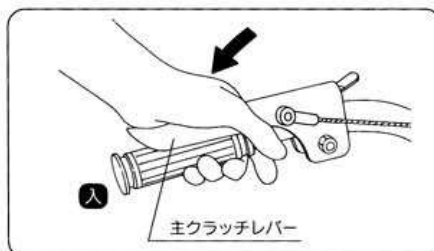

図16
- ② 左手で主クラッチレバーをゆっくり握るとクラッチが入ります。(図16)
③ 坂道や凹凸カーブの多い道路では高速運転をしないでください。